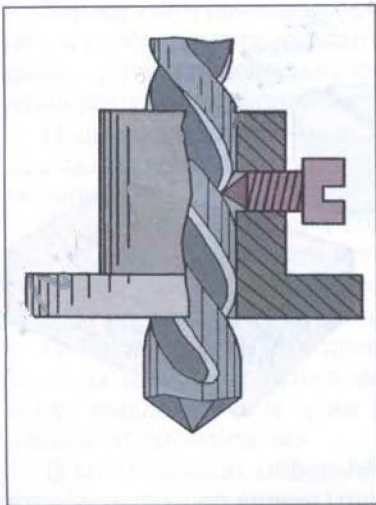

Рис. 7. Ограничитель
– при сверлении отверстия под шкант в материале применяется *ограничитель* (рис. 7).